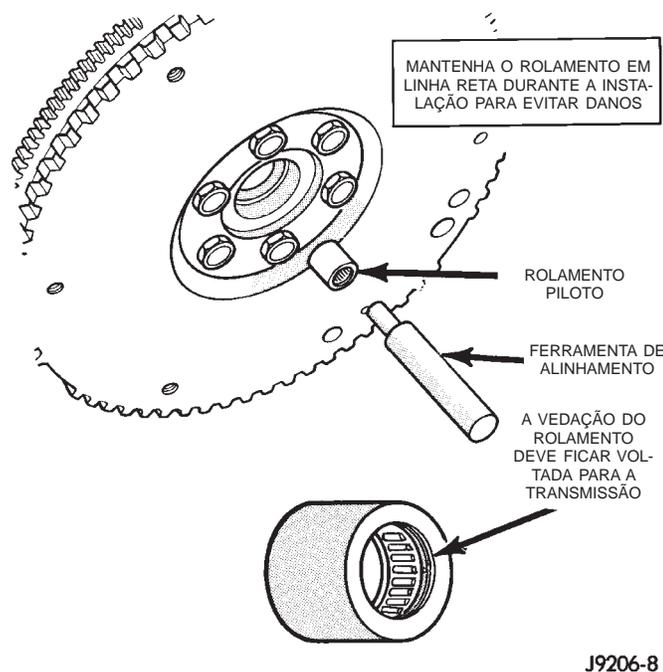

Fig. 6 Método Típico de Instalação do Rolamento Piloto
(1) Limpe a cavidade do rolamento com solvente e seque com uma estopa.
(2) Lubrifique o novo rolamento piloto com graxa de rolamento para altas temperaturas Mopar®.
(3) Coloque e instale o novo rolamento na cavidade com as mãos. Observe se o rolamento piloto tem uma vedação em uma das extremidades. Instale o rolamento, de forma que a vedação fique voltada para fora e em direção à transmissão.
(4) Assente o rolamento piloto com a ferramenta de alinhamento da embreagem (Fig. 6). Mantenha o rolamento em linha reta durante a instalação. Não deixe que o rolamento fique mal encaixado. Bata levemente no rolamento encaixando-o no lugar até ficar nivelado com a borda da cavidade do rolamento. Não rebaixe o rolamento.